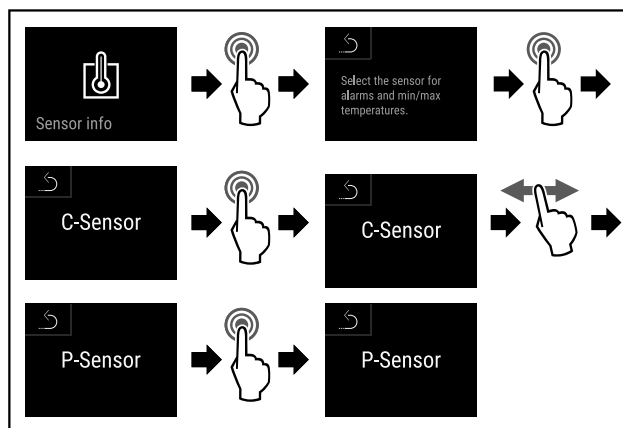

Fig. 174
- ▶ Stappen (zie Fig. 174) uitvoeren.